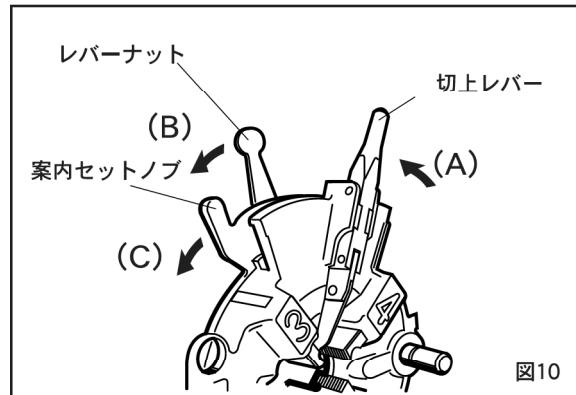

図10
■チエーザの取外しかた (図10)
- ①ダイヘッドをオープン (切上レバーがブロック溝から外れ、チエーザが開いた状態、図10矢印 [A] ) にしてください。
- ②レバーナットを緩め [B] 、案内セットノブを [C] 矢印の方向に一杯まで引き、レバーナットを軽く締めてください。この状態で3番と4番のチエーザが取外せます。
- ③ダイヘッドを起すと1番と2番のチエーザが取外せます。
- ④ダイヘッドに書いてある番号にチエーザの番号を合わせ、チエーザノッチにはまりこむまで差し込んでください。
- ⑤案内セットノブを戻してください。チエーザは中心に向かって入っていきます。